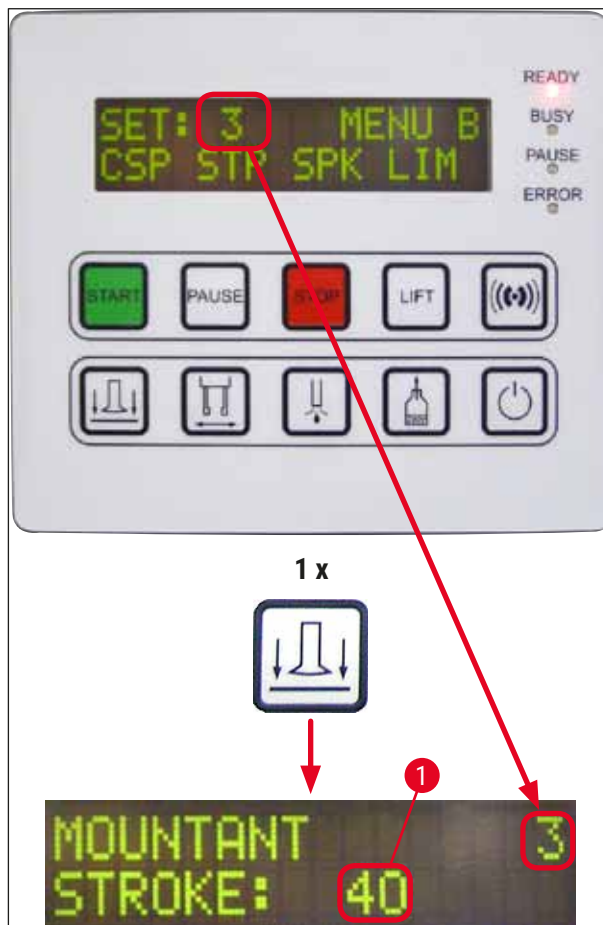

Fig. 40
1. Per modificare la lunghezza di applicazione del montante (**STK**), premere sul pulsante **RELEASE COVERSLIP** (Rilascia vetrino coprioggetto) (→ Fig. 40).